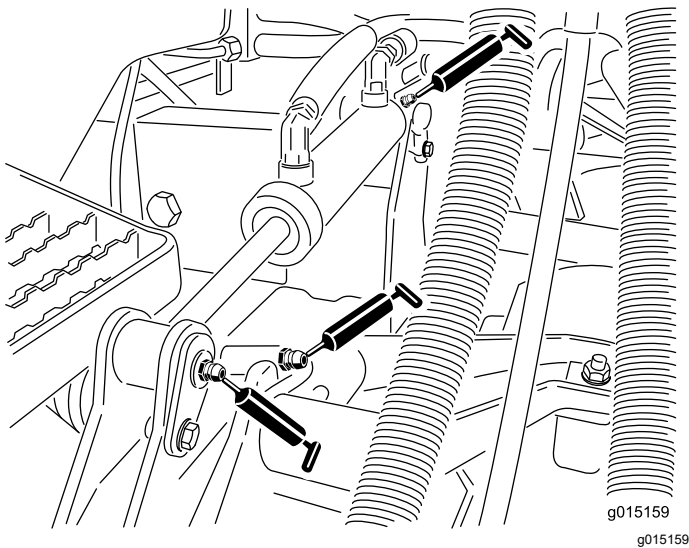

Figura 72
- Boccole (1 per piatto di taglio) del braccio di sollevamento (Figura 72).
- Boccole (2 per piatto di taglio) del braccio di sollevamento (Figura 72).